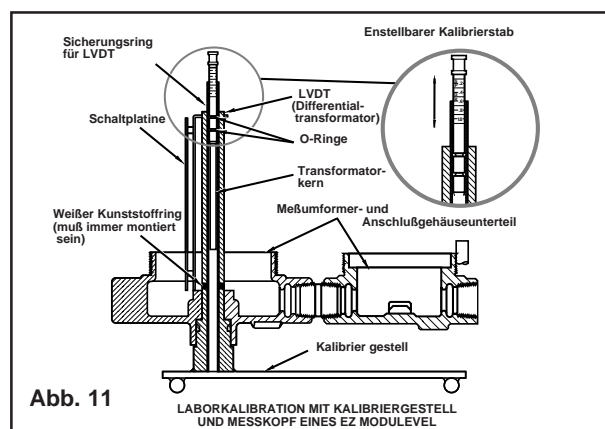

Abb. 11
3. Meßumformergehäuse öffnen, siehe **Abb.: 11** und Sicherungsring vom Meßrohr abnehmen.
8. Positionieren Sie den Kalibrierstab so, daß der Dichtewert der Prozeßflüssigkeit mit dem oberen Ende des Meßrohrs bündig ist. Die Einstellung in **Abb.: 11** zeigt dies für 0,6 kg/dm3.
Weißer Kunststoffring nicht vergessen und LVDT und Gehäuseunterteil exakt und ohne Zwischenräume aufsetzen. Sicherungsring für LVDT nicht vergessen! Siehe **Abb.: 11**.